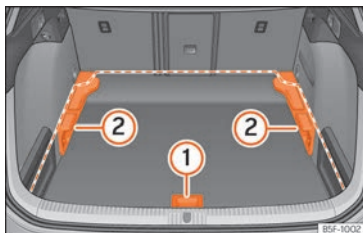
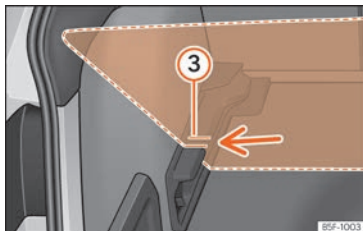

Fig. 193 Suelo variable del maletero: posiciones.
Fig. 194 Suelo variable del maletero: ranuras inclinadas.
- Levante el suelo por el asidero » » » **fig. 193**
①, tire de él hacia atrás hasta que la parte
①, tire de él hacia atrás hasta que la parte delantera del suelo rebase totalmente los soportes ②.
- Haga coincidir esa parte delantera con las ranuras inferiores de dichos soportes y deslice el suelo hacia adelante hasta que haga tope en el respaldo de los asientos posteriores bajando al mismo tiempo el suelo con el asidero ①.
- Levante el suelo variable por el asidero » » » **fig. 193** ① y tire de él hacia atrás hasta que la parte delantera del suelo rebase las ranuras inclinadas » » » **fig. 194** ③.
- Haga pasar el suelo por dichas ranuras ayudándose con el asidero ① hasta que haga tope en el respaldo de los asientos posteriores y se apoye el suelo en las ranuras.